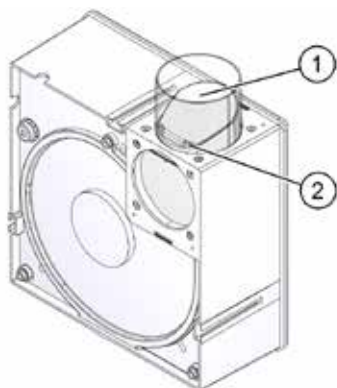
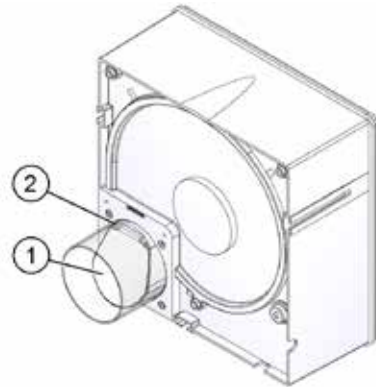

Abb. 28: Rückschlagklappe – Ausblas seitlich nach oben
Abb. 35: Rückschlagklappe – Ausblas hinten, rechts unten
- ▶ Kontrollieren Sie vor dem Einbau der Gehäusetypen U, U-H, UB und UB-H die Lage der Rückschlagklappe (Pos. 1 in Abb. 28 auf Seite 28 bis Abb. 35). Dabei müssen in allen Einbaulagen folgende Bedingungen erfüllt sein:
- Die Aufhängung (Pos. 2 in Abb. 28 auf Seite 28 bis Abb. 35) der Rückschlagklappe muss immer horizontal ausgerichtet sein.
- Die Rückschlagklappe muss immer so angebracht sein, dass sie aufgrund der Schwerkraft selbständig schließt (siehe Beispiele in Abb. 28 auf Seite 28 - Abb. 35).